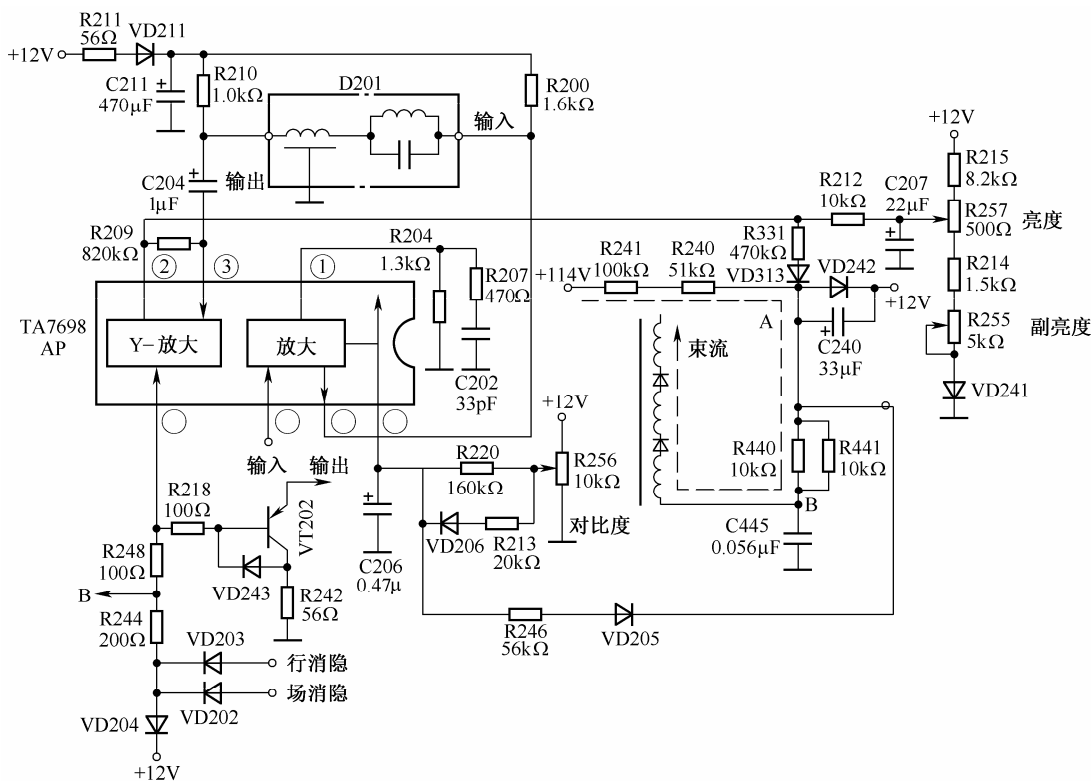

图 4-30 TA7698AP 亮度通道
下面以 TA7698AP 亮度通道电路为例进行介绍, 电路如图 4-30 所示。
自动亮度限制 (ABL) 电路也由④脚外接的 R240、R241、VD242、VD313 及行输出变压器高压包绕组组成。C445 构成电子束电流交流通路, 电子束平均电流流动方向如图 4-30 所示。当束流正常时, 束流较小, 取样电阻 R240、R241 上的压降较小, A 点电压较高, 钳位二极管 VD242 导通, 于是 VD313 负端被钳位在 12.7V, VD313 截止, ABL 不起控。当显像管束电流超过额定值时, R240、R241 上的压降增大, A 点电位下降, VD241 反偏截止, VD313 因负端电位下降而导通, 使 TA7698AP④脚电压也下降, 通过 Y 钳位放大及 VT202、末级基色放大管到显像管阴极, 使阴极电压上升, 促使显像管束流下降到额定值, 从而达到自动亮度限制目的。另外, 当 VD205 导通时, 影响到④脚, 使图像对比度也下降。
为了可靠地消除回扫线,要向亮度通道引入幅度足够的行、场逆程脉冲。为此,在图 4-30 所示亮度通道中,行、场逆程脉冲分别由 VD203、VD202 输入,然后由 VD204 钳位在 12.7V,再经 R244、R248 与 TA7698AP23 脚输出的 Y 信号叠加,最后经 VT202 跟随放大后送往显像管座板电路,以消除回扫线。